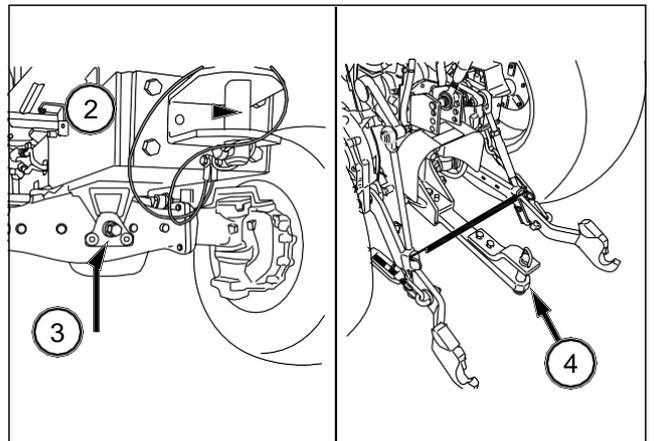

FIG. 152
FIG. 152: Cuando eleve el eje delantero, sitúe el gato bajo el gancho de remolque delantero (2) o el pivote delantero (3). Para elevar el eje trasero, sitúe el gato bajo el enganche trasero (4).